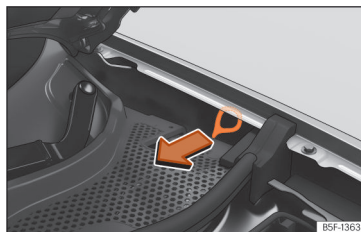

Рис. 64 Між лівим крилом і петлею капота: Рукоятка аварійного розблокування роз'єму вручну.
Рукоятка для ручного аварійного розблокування розташована з лівого боку моторного відсіку, над гніздом зарядки >>> **рис. 64.**
- Потягніть рукоятку >>> **рис. 64.**